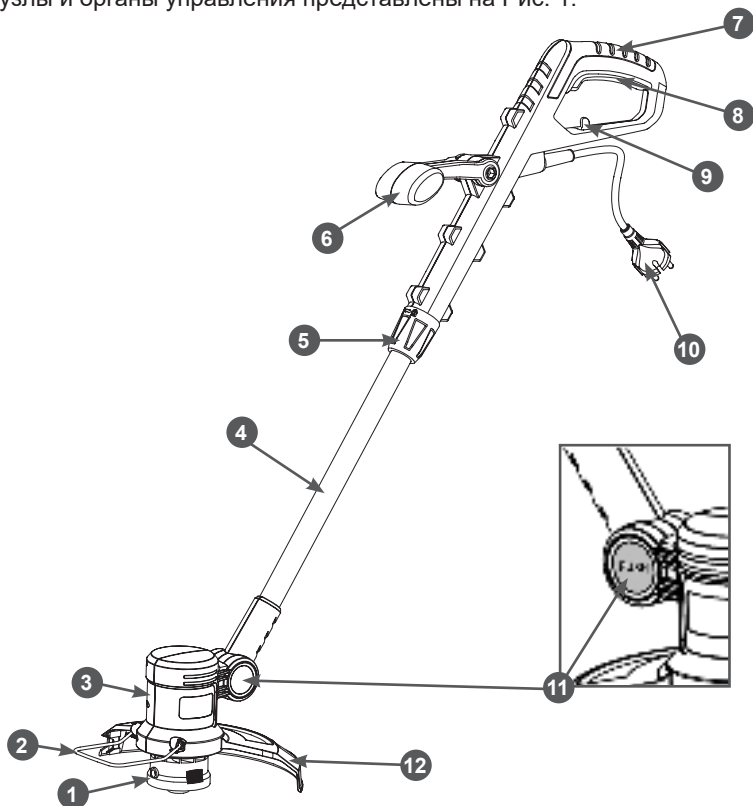

Рис. 1 Основные узлы и органы управления
Основные узлы и органы управления представлены на Рис. 1.
5. Закрепить кабель удлинителя на задней рукоятке. Во избежание преждевременного выхода кабеля включения из строя закрепите удлинитель с помощью крючка 9 для крепления кабеля (Рис. 1). Для этого сделайте на конце удлинителя петлю длиной 20–25 см, вставьте ее в отверстие в рукоятке, наденьте на крючок, после чего затяните петлю.
Для включения триммера нажмите на рычаг выключателя 8 (Рис. 1).
Для выключения триммера отпустите рычаг выключателя 8 (Рис. 1).